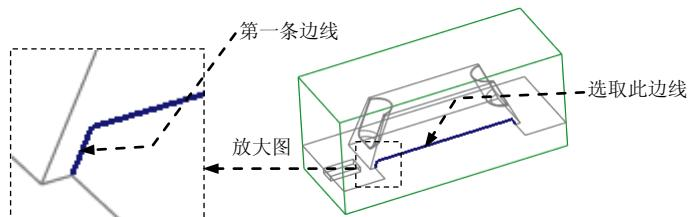

图 12.40 选取延伸边
(1) 遮蔽参考模型和坯料。
(2) 按住Shift键，再选取图12.40所示的加亮边线。单击**分型面**功能选项卡**编辑**▼区域的 \square 延伸按钮，此时出现**延伸**操控板。
(3) 取消坯料的遮蔽。
(4) 选取延伸的终止面。
① 在操控板中按下 \square 按钮(延伸类型为至平面)。